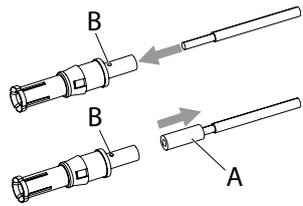
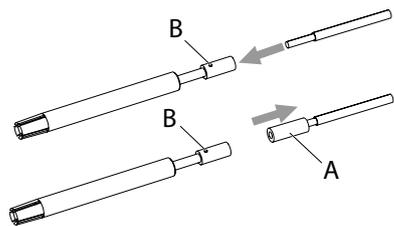

Abb. 37: Pilotkontakte
Abb. 39: Hilfskontakte
1. Die abisolierte Kabellitze in den Anschlussbereich des Kontakts einschieben (**Abb. 37** bzw. **Abb. 39**).
1. Die Reduzierhülse (A) in **Abb. 37** bzw. **Abb. 39** auf die abisolierte Kabellitze aufschieben und die Kabellitze zusammen mit der Reduzierhülse in den Anschlussbereich des Kontakts einschieben.
2. Die Kabellitze (ggf. inkl. Reduzierhülse) so tief in den Kontakt einschieben, bis diese in der Prüfbohrung (**Abb. 37/B** bzw. **Abb. 39/B**) sichtbar wird.